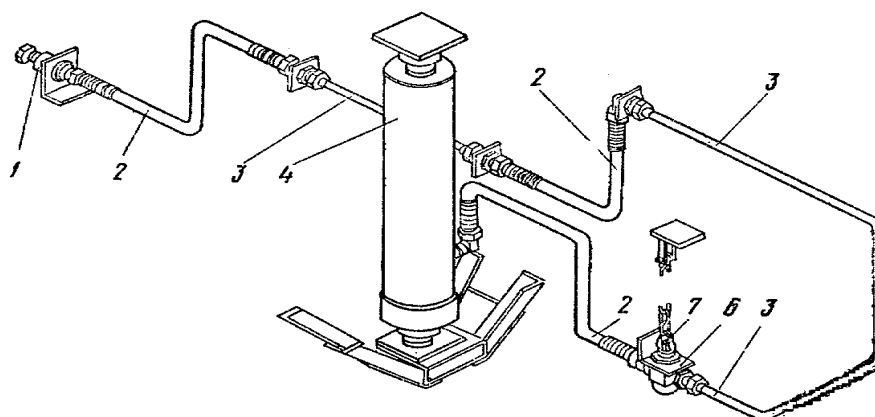
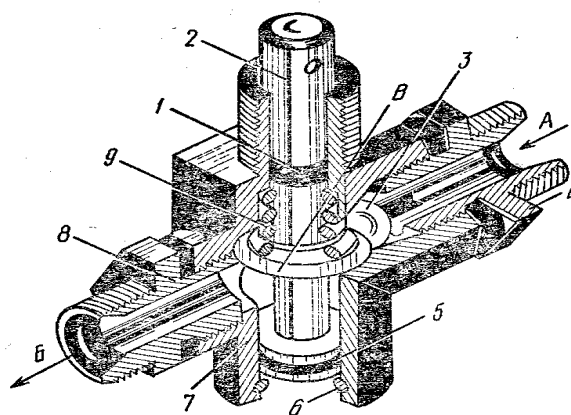

Рис. 17. Схема соединений гидравлическая:
Рис. 20. Кран ограничения угла опрокидывания платформы:
4.9. **Схема соединений гидравлическая** (рис.17). Гидросистема опрокидывающего механизма служит для подъема платформы при разгрузке. Состоит из разрывной муфты 1, гибких шлангов 2, гидроцилиндра 4, трубок 3, крана ограничения угла опрокидывания платформы 6, цепи 7.
4.9.3. Кран ограничения угла опрокидывания платформы (рис.20) предназначен для ограничения угла наклона платформы прицепа при разгрузке на сторону.
При достижении угла подъема цепь 7 (см. рис.17) поднимает поршень 2 в верхнее положение. Буртик «В» (см.рис.20) освобождает шарик 3, который садится на свое седло и прекращает подачу масла в гидроцилиндр прицепа. Подъем платформы прекращается.
Величина угла подъема регулируется длиной цепи 7 (см.рис.17), для платформы с основными и надставными бортами при свале груза на боковые стороны на 50° длина цепи должна быть 900 мм.
При опускании платформы, когда рукоятка гидрораспределителя трактора переведена в «плавающее» положение, давление масла перед штуцером 4 (см. рис.20) уменьшается. Масло из гидроцилиндра поступает к штуцеру 8, отжимая шарик 3, и идет на слив. При этом поршень 2 под давлением масла и пружины 9 перемещается в крайнее нижнее положение.